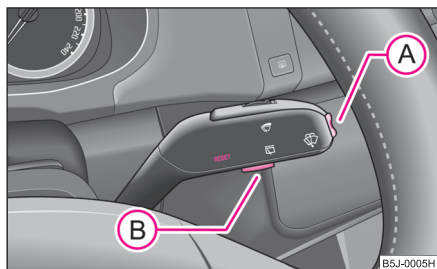

Fig. 6 Indicatorul multifuncțional: Elementele de comandă
Comutarea între cele două memorii se face de la tasta **B** ⇒ pagina 15, fig. 6.
Tasta basculantă (A) și tasta (B) se găsesc în maneta de acționare a ștergătoarelor de parbriz ⇒ fig. 6.
Dacă vreți să determinați consumul mediu de carburant într-un anumit interval de timp, trebuie să ștergeți memoria cu ajutorul tastei **(B)** ⇒ pagina 15, fig. 6. După ștergere, în primii 300 metri, pe display se vor afișa linii.
Pe display apare durata de deplasare de la ultima ștergere a memoriei ⇒ pagina 14. Dacă doriți să determinați durata de deplasare de la un anumit moment, ștergeți memoria apăsând tasta **(B)** ⇒ pagina 15, fig. 6.
Pe display apare distanța parcursă de la ultima ștergere a memoriei ⇒ pagina 14. Dacă doriți să determinați kilometri parcurși de la un moment dat, ștergeți memoria în momentul în care doriți să înceapă calcularea; ștergerea memoriei se face de la tasta **(B)** ⇒ pagina 15, fig. 6.
⇒ pagina 14. Dacă doriți să determinați viteza medie într-un anumit interval de timp, trebuie să ștergeți memoria cu ajutorul tastei **B** ⇒ pagina 15, fig. 6.